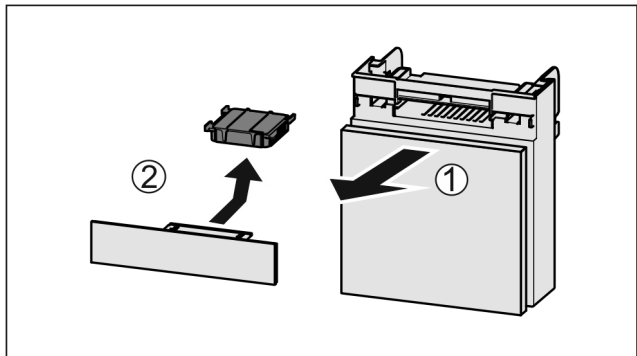

Fig. 80
- ▶ 向前拉出 Fig. 80 (1) 抽屉。
- ▶ 取出 Fig. 80 (2) 活性炭过滤器。